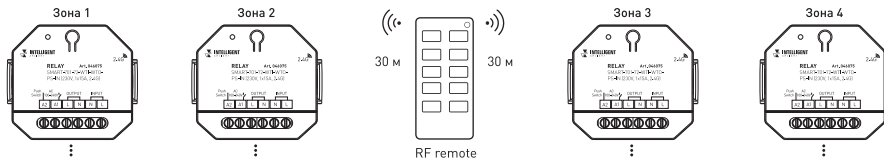

Рис. 3. Вариант построения системы с 4-зонным пультом дистанционного управления
3.9. При использовании многозонных пультов ДУ или панелей можно построить разветвленную систему управления (рис. 3).